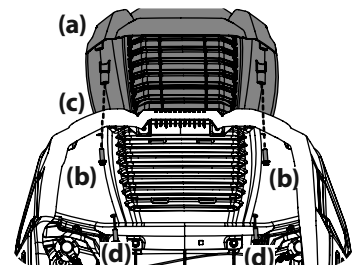

Figura 9
2. Asegure la tapa del capó atornillada (a) desde abajo, ajuste a mano los tornillos (b) que están en la mitad trasera del capó y luego apriete los tornillos con firmeza. Consulte la Figura 9.
3. Con los tornillos traseros en su lugar, alinee los orificios de la tapa del capó (a) con los orificios del capó (c) y fije en su lugar con los restantes dos tornillos (d). Consulte la Figura 9.
5. Sujete el deflector del canal en su lugar con la tuerca de seguridad con brida y el tornillo hexagonal que se extrajeron en el paso dos. Ajuste hasta 102-124 pulgadas-libras (11.5-14 N-m). Consulte la Figura 9. Pase a "Ajuste de las Ruedas de la Plataforma".